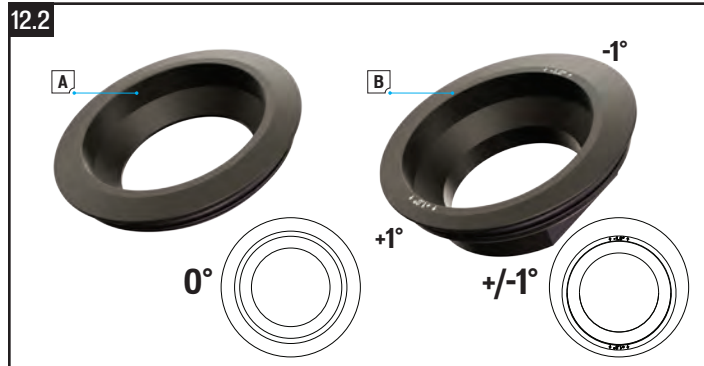

Abb. 12.2
- Lösen Sie die Vorbauschrauben, mit denen der Vorbau am Gabelschaft befestigt ist (A).
- Lösen und entfernen Sie die Aheadkappenschraube (B).
- Entfernen Sie den Vorbau (C) vom Gabelschaft (D) und dann die Gabel vom Rahmen (E).
- Wählen Sie die Steuersatzschale und Position (Abb. 12.2) für die gewünschte Geometrie des Fahrers.